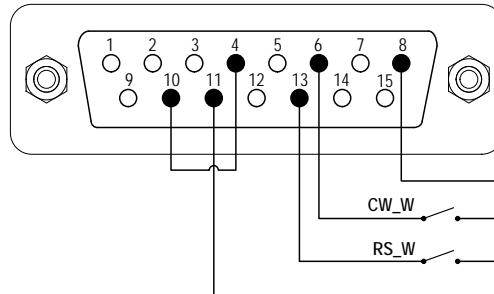
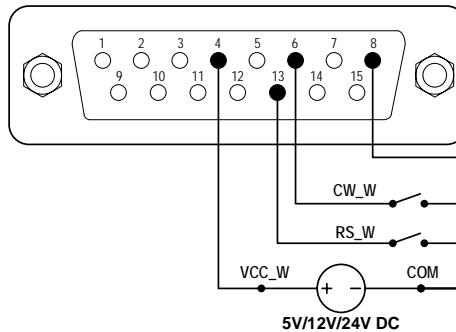

Abbildung 17: Logikpegel 2 Steuerung mit der internen 12V-Stromquelle
Abbildung 18: Logikpegel 2 Steuerung mit einer externen Stromquelle
- 1) Schalten Sie die Stromversorgung aus. Verdrahten Sie den DB15-Stecker wie in Abbildung 17 oder Abbildung 18 und verbinden Sie ihn mit dem DB15-Anschluss auf der Rückseite der Pumpe.